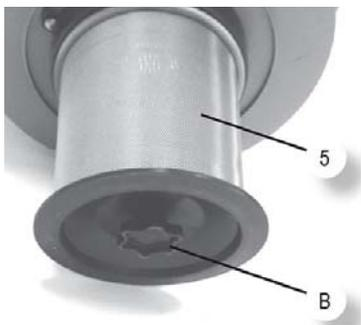

Abb. 17: Ausbauen des Schwimmers
- Schritt 1: Seitliche Haken am Motorkopf (1) öffnen und anheben.
- Schritt 2: Schraube (B, Abb.17) lösen.
- Schritt 3: Filtergitter (5, Abb.17) entnehmen.